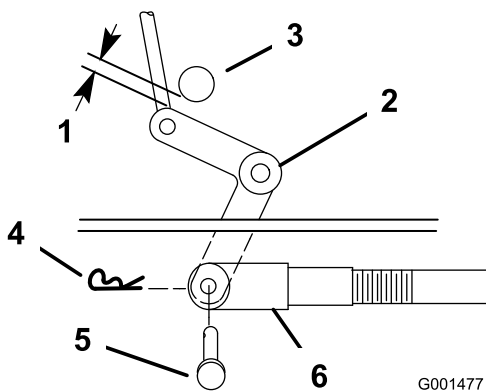
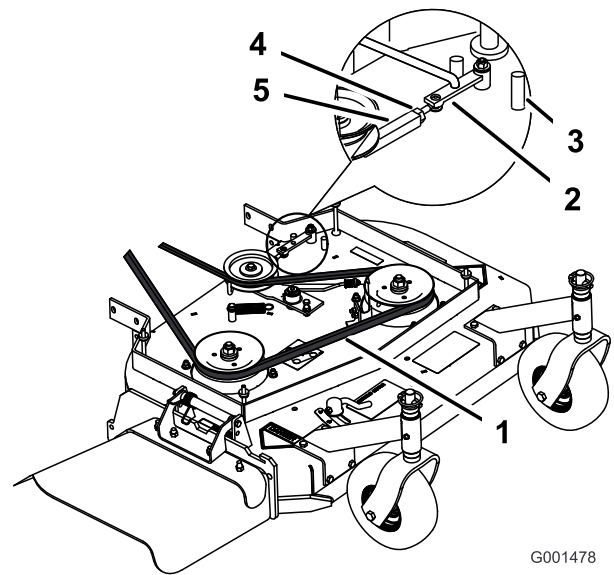
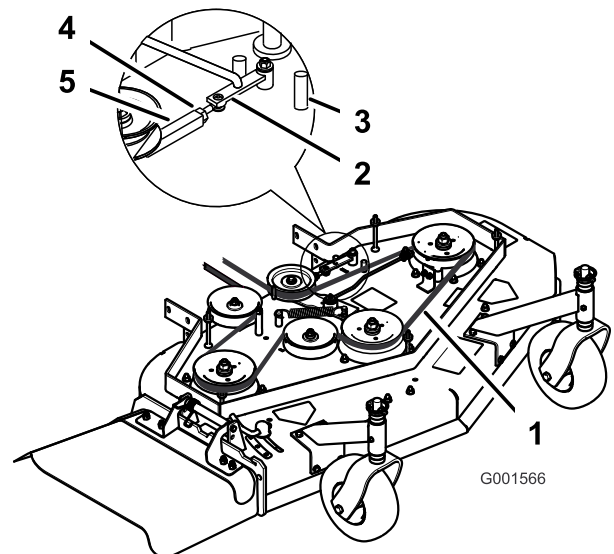

Figure 49
Figure 50
Figure 51
9. Vérifiez l'écartement entre l'axe coudé et l'arbre de sortie de transmission (Figure 49).
11. Tournez la chape dans le sens horaire sur la tige pour accroître l'écartement, et dans le sens antihoraire pour le réduire (Figure 49).
Remarque: Si le bras d'assistance ne touche pas la butée avant du tablier de coupe (Figure 50 ou Figure 51), réglez la chape de sorte à rapprocher le levier coudé de l'arbre de sortie de transmission (Figure 49).